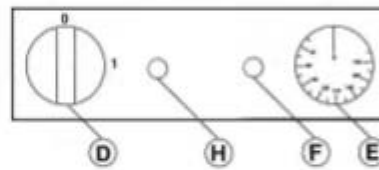

Fig.3 – Abb.3
2. Поверните переключатель в положение 1 (D рис.3): загорится индикатор (H рис.3).
3. Поверните термостат (E рис. 3) на нужную температуру. Нагревательный индикатор загорится (F рис.3) и погаснет, когда будет достигнута заданная температура.
1. Поверните термостат (E рис. 3) в положение "0".
2. Поставьте переключатель (D рис. 3) в положение «0» и убедитесь, что индикаторы не горят.
- защитный термостат (G рис.4) находится в правильном положении. Предохранительный термостат вступает в действие когда температура масла превышает 230 °C в результате поломки рабочего термостата (E рис.3).